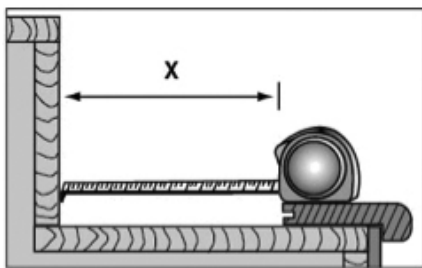

Fig. 16
5. Pruebe en seco la nariz de escalón contra el borde del primer peldaño haciendo que la moldura de la nariz de escalón se superponga sobre la pieza del revestimiento de piso del contrapeldaño inferior. Mida la distancia desde el borde de la nariz de escalón hasta el contrapeldaño siguiente (Fig. 16).